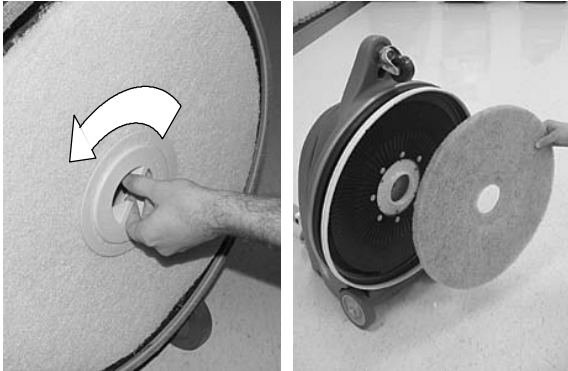

FIG. 9
- Après chaque utilisation, vérifiez l'usure du patin de polissage. Si le patin est usé, retirez-le et retournez-le ou remplacez-le (Figure 9).